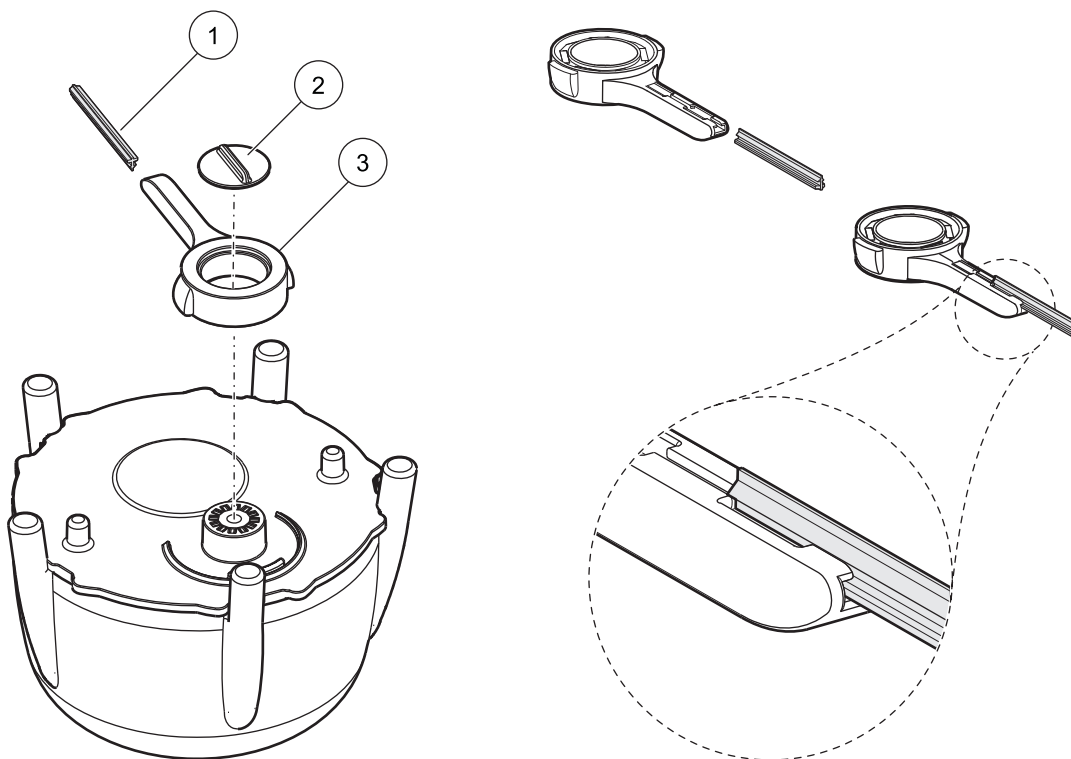

図 12 ワイパーユニット
ワイパー交換のため、ワイパーアーム（3（図 12））が中央位置へ移動します。
2. ガイドスクリュー（2（図 12））およびワイパーアームを取り外します。
3. ワイパー拭き取り部（1（図 12））をワイパーアームから前方へ引き抜きます。